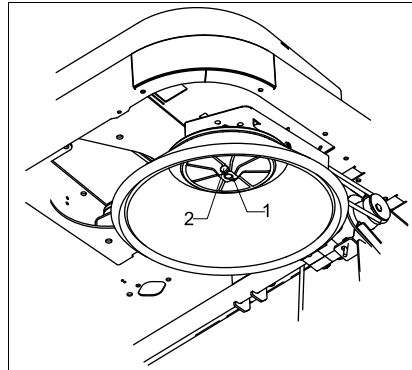

Fig.16 Substituir escova lateral
- Desaperte a porca (Fig. 16/1) e remova-a junto com o anilha
- Remova o parafuso (Fig. 16/2)